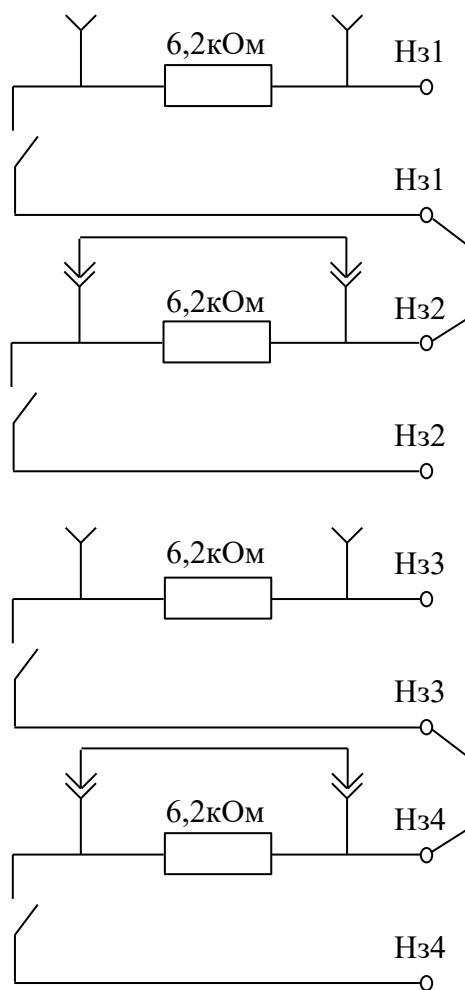

Рисунок 9 – Схема подключения выходных контактов реле для использования по одному реле на каждый участок охраны.
2.4.1.2 В изделии используется четыре выходных реле (см. таблицу 3 и рисунок 9). Для подключения четырех выходных реле к ССОИ через сопротивления 6,2 кОм необходимо снять перемычки X1, X2, X3, X4 на плате БОС. Перемычки X1, X2, X3 и X4 замыкают резисторы 6,2 кОм. Если, вместо четырех реле необходимо использовать только два (по одному реле на участок), то выходной контакт «3» (Нз1) колодки ХТ7 необходимо объединить с выходным контактом «4» (Нз2), а выходной контакт «7» (Нз3) с выходным контактом «11» (Нз4) при помощи перемычек из провода. Тогда выходные контакты «2» (Нз1) и «5» (Нз2) будут использоваться в качестве выходных контактов реле первого участка. а выходные контакты «6» (Нз3) и «12» (Нз4) в качестве выходных контактов реле второго участка, как показано на рисунке 9. На рисунке 9 перемычки X1 и X3 сняты, чтобы в каждом реле было по одному резистору 6,2 кОм.